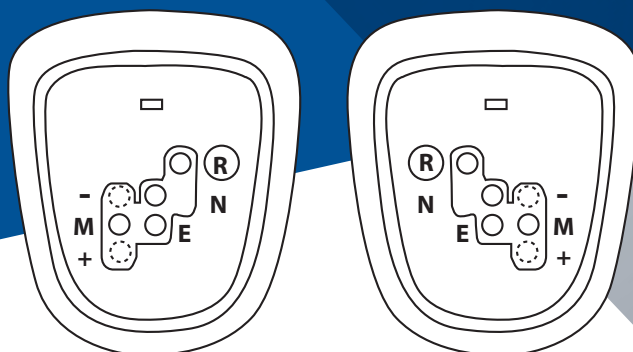

Abbildung. 1. LHD
Eine Multi Mode Transmission oder kurz MMT ist ein spezielles sequentielles Schaltgetriebe von Toyota. Anstelle eines herkömmlichen Automatikgetriebes mit Hydraulik und Drehmomentwandler ist das MMT-Getriebe mit einer normalen Kupplung ausgestattet, die elektronisch gesteuert wird. Ob ein Auto mit einem MMT-Getriebe ausgestattet ist, lässt sich daran erkennen, dass es kein Schaltgestänge hat. Parkstellung (P), wie in Abb. 1